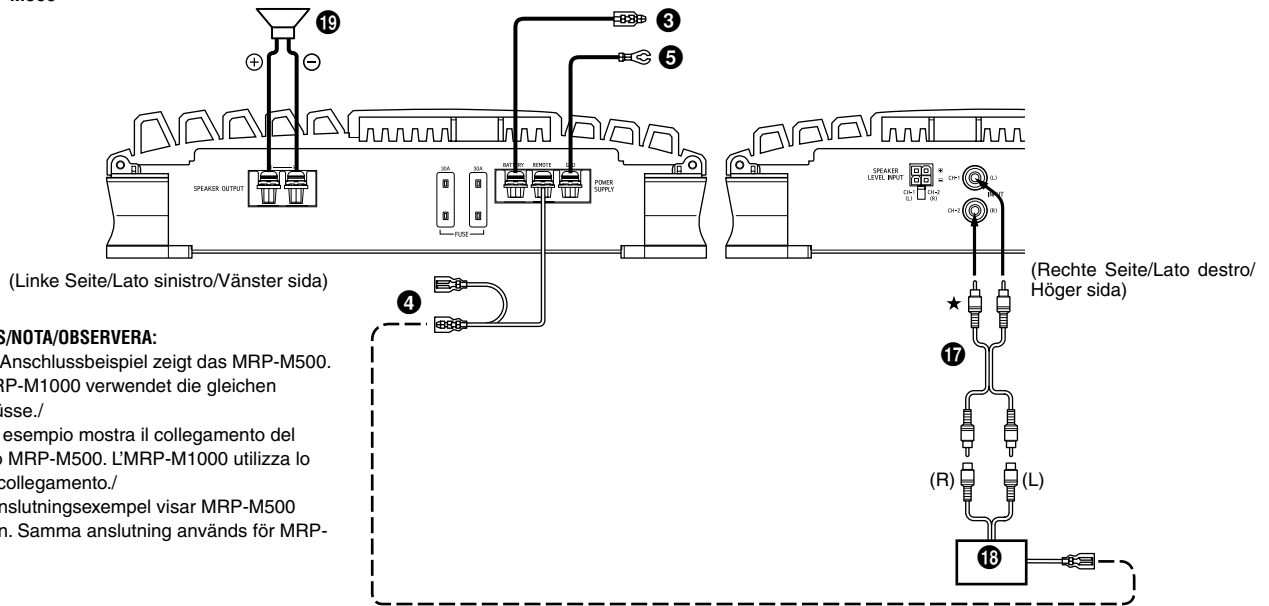

Abb. 9/Fig. 9/Bild 9
- 2) Der Y-Adapter ist nicht erforderlich, wenn ein Stereoausgabepaar verwendet wird, um beide Eingänge des überbrückten Verstärkers anzusteuern (siehe auch Abb. 9).
- 2) Y-adaptorn behövs inte om en linjeutgångs stereopar används för drivning av den sammankopplade förstärkarens båda ingångar (vilket bild 9 visar).